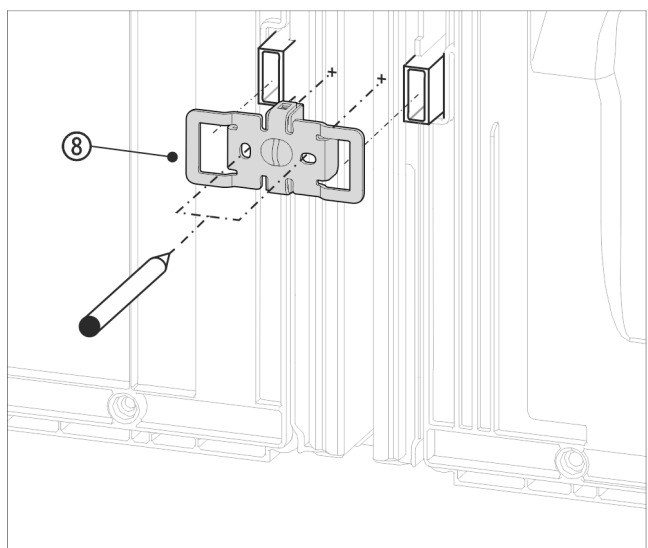

Fig. 16 Beispielhafte Darstellung
- ▶ Winkel *Fig. 16 (8)* mit den Aussparungen über die Aufnahme für die Wandabstandshalter schieben.